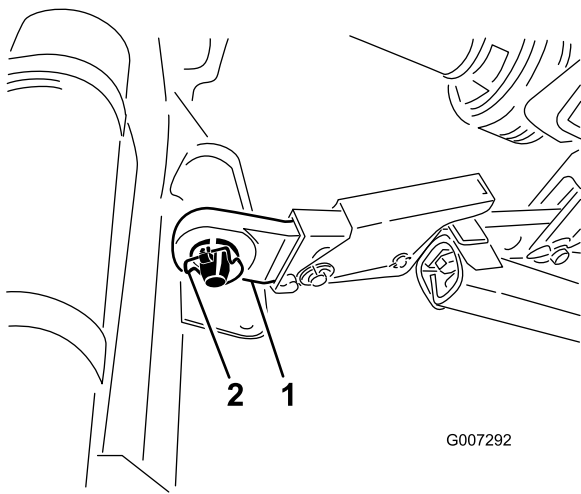

Figura 4
5. Inserte los brazos de acoplamiento inferiores derecho e izquierdo en los pasadores de enganche (Figura 4).
6. Sujete los brazos de acoplamiento inferiores a los pasadores de enganche con los pasadores de seguridad (Figura 4).